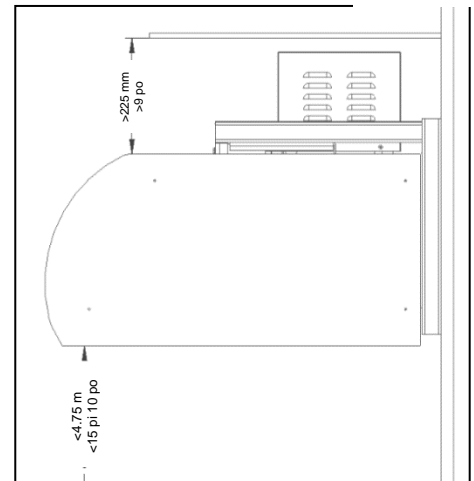

Figure 2
- un dégagement d'au moins 225 mm [9 po] au-dessus du rideau d'air pour les unités de 3 pieds de long, voir Fig 2.